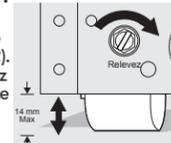

Figure 2
- Utilisez un tournevis à lame plate ou une clé à douille de 3/8 po pour lever ou abaisser les roulettes avant (Figure 2).